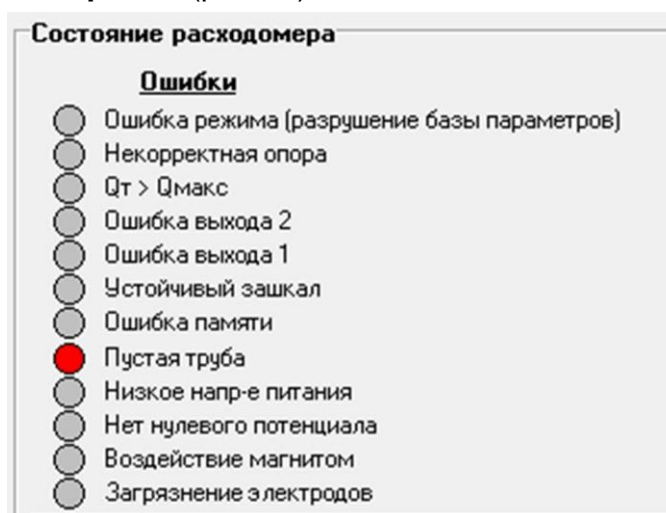

Рис.27. Вид индикации сообщений об ошибках.
5.1. Неисправности (ошибки) и нештатные ситуации, диагностируемые расходомером, отображаются в группе **Состояние расходомера** на вкладке **Измерения** (рис.27).